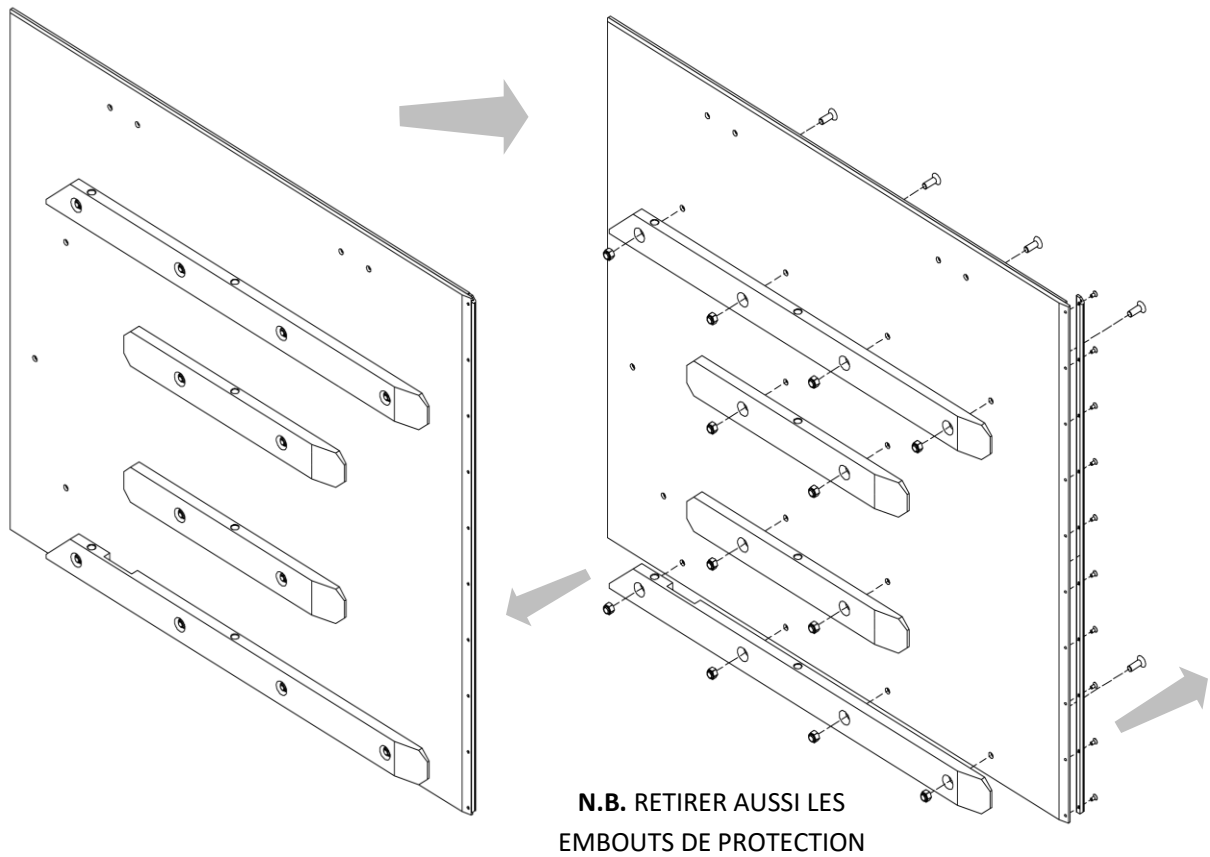

Figure 71
3. Séparer les plaques de fixation des panneaux, après avoir dévissé les vis et les écrous appropriés (voir *Figure 71*), en faisant également attention aux éventuelles cales placées entre les plaques et le panneau.